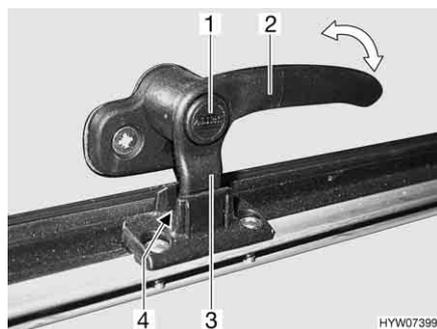
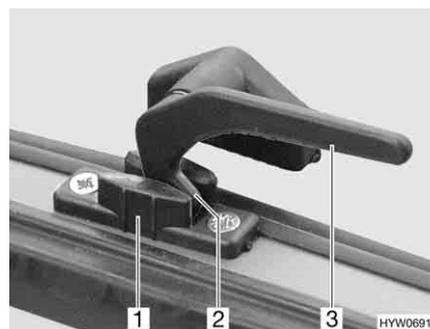

Fig. 70 Leva di serraggio con bottone di sicurezza in posizione "Aerazione continua"
Fig. 71 Leva di serraggio in posizione "Aerazione continua"
- In posizione di "Aerazione continua" (Fig. 70 e Fig. 71)
- Se presente, premere e tenere premuto il bottone di sicurezza (Fig. 70,1).
- Ruotare la leva di serraggio (Fig. 70,2 o Fig. 71,3) di un quarto di giro verso il centro della finestra.
- Girare nuovamente all'indietro la leva di serraggio. Riportare contemporaneamente il nasello di chiusura (Fig. 70,3 o Fig. 71,2) della leva di serraggio nella rientranza della chiusura della finestra (Fig. 70,4 o Fig. 71,1).
- Se presente, rilasciare il bottone di sicurezza (Fig. 70,1).